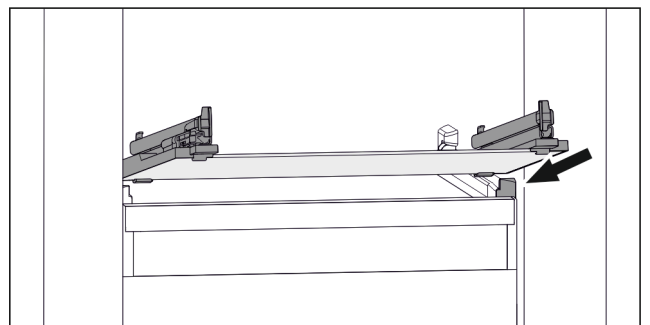

Fig. 119 Reprezentare exemplificativă a plăcii de sticlă
- ▶ Așezați placa de sticlă oblic în spatele opritoarelor. (vezi Fig. 119)